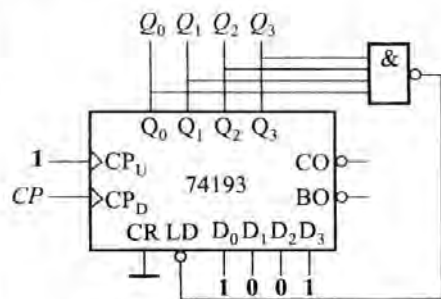

图 5.3.16 例 5.10 解图
(1) 分析:十进制减法计数器每来一个 CP 脉冲,数值递减一个,直至减到零时,再借位减。因此应用反馈预置法。由于异步操作,故 $S'_n = 1111, \overline{LD} = \overline{Q_3 Q_2 Q_1 Q_0}, D_3 D_2 D_1 D_0 = 1001$,所画逻辑图如图 5.3.16 所示。
(2) 十进制减计数器 $Q_3 Q_2 Q_1 Q_0 = [0000 - 1] = 1001$,计数器次态为 1001。